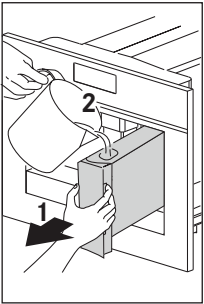
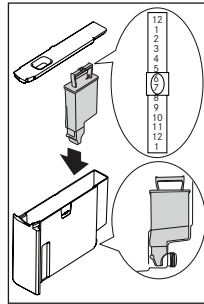

Fig. 11
Fig. 37
- ▶ Dopo 5 secondi, la macchina visualizza “RIEMPIRE SERBATOIO”: estrarre il serbatoio (Fig. 11), sciacquarlo e riempirlo con acqua fresca senza superare la linea MAX. Reinservirlo spingendolo a fondo. All'interno del serbatoio è possibile installare un filtro addolcitore (Fig. 37).